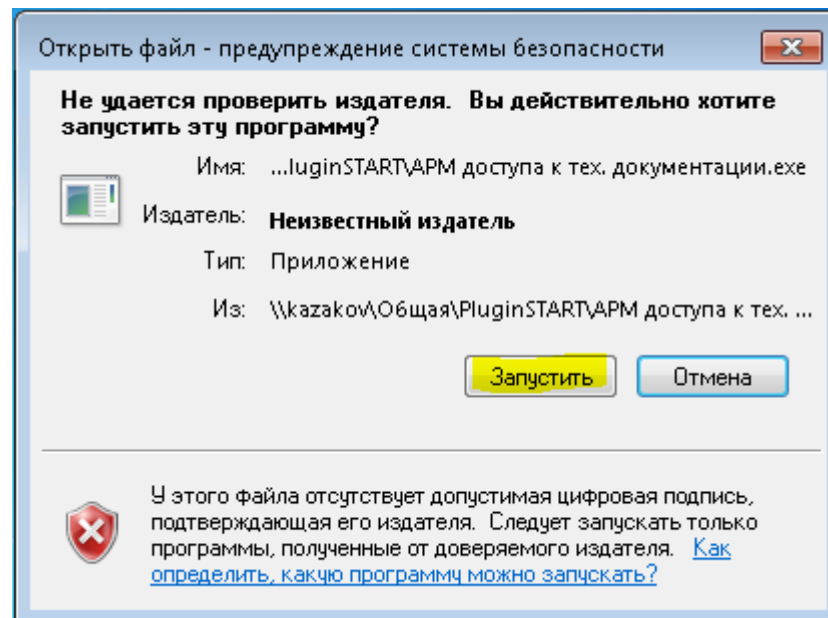

Рисунок 3 - Предупреждение системы безопасности
5.1.2 В случае возникновения предупреждения системы безопасности (см. рисунок 3) необходимо нажать кнопку "Запустить".